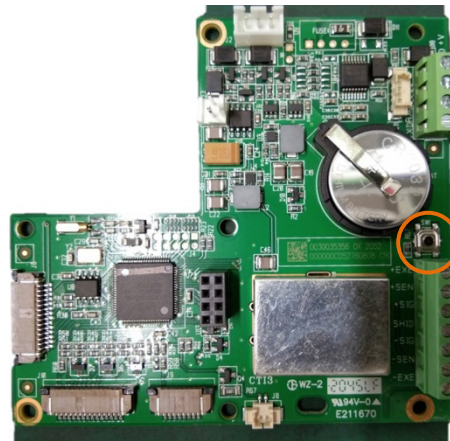

Figura 3-2: Posizione dell'interruttore per la configurazione sulla scheda madre del terminale
- Se il terminale è configurato come legale per il commercio, l'utente può accedere alla configurazione solo premendo l'interruttore per la configurazione (un interruttore hardware sulla scheda madre, indicato in Figura 3-2). In questo caso sul terminale verrà visualizzata l'etichetta del menu F1 (Bilancia) ed è possibile modificare i parametri della bilancia.